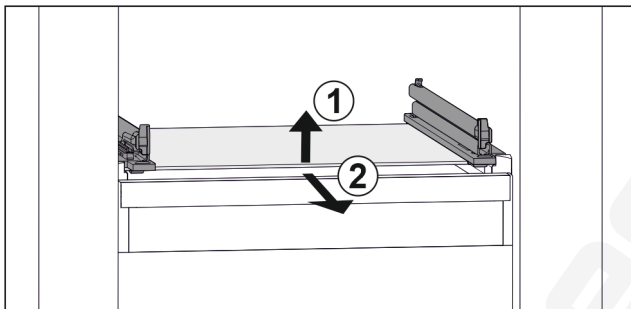

Fig. 32 Az üveglap példaként szolgáló ábrázolása
- ▶ Emelje meg az üveglap elejét. Fig. 32 (1)
- ▶ Vegye ki az üveglapot előre felé. Fig. 32 (2)